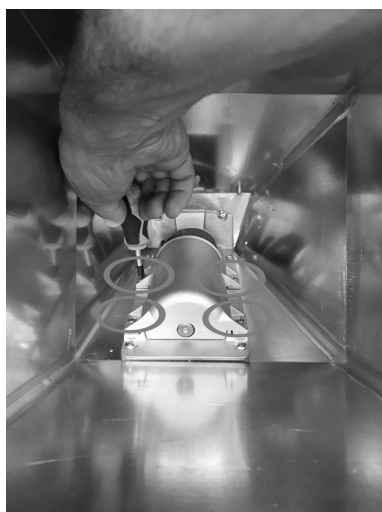

Fig. 27 - Remoção de parafusos
- Entrar no reservatório e desparafusar os 4 parafusos do casco da rosca sem fim (ver **Fig. 27**).